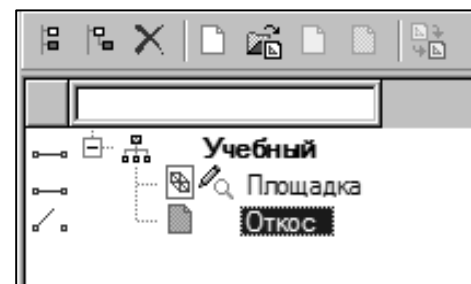

Рис. 3.6. Структура слоев
2.2. Используя команду  **СОЗДАТЬ УЗЕЛ НА ОДНОМ УРОВНЕ**, создайте новый узел «**Откос**». В результате структура слоев должна соответствовать рис. 3.6.